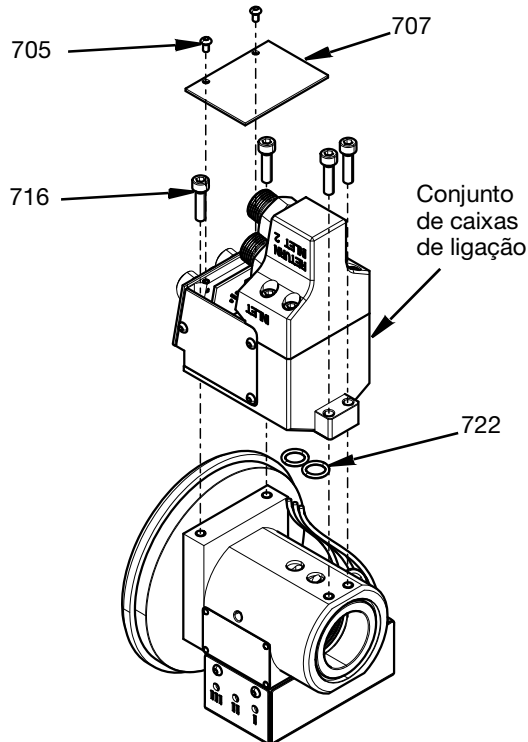

FIG. 24
4. O conjunto da caixa de ligação é fixada à caixa do suporte giratório com quatro parafusos M5 (716). Apertar para 57,5 pol-lbs (6,5 N•m) A placa de cobertura (707) é então fixada com dois parafusos M3 (705). Apertar para 12 pol-lbs (1,35 N•m). Os anéis de vedação usados (722) devem ser substituídos por anéis de vedação novos antes de voltar a montar. Consulte a FIG. 24.